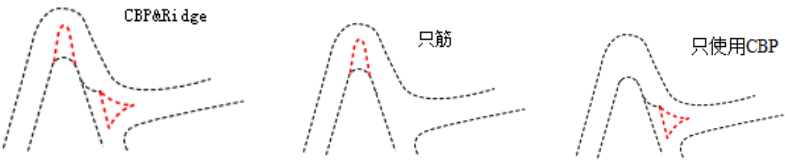

图 2-66 行间隙策略
- **【行间隙策略】:** 应用于设置行间隙策略，包括“CBP&Ridge”、“只筋”和“只使用 CBP”等 3 个选项，如图 2-66 所示。